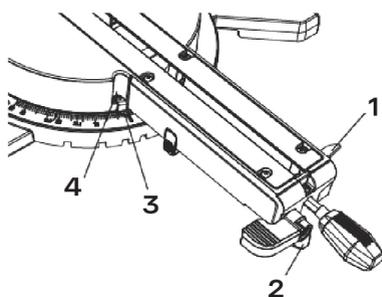

рис. 18
1. Поднять рычаг блокировки кулачка (1) для разблокировки стола (рис. 18).
2. Переместить поворотный стол, подняв блокирующий рычаг (2) для установки указателя (3) на нужное значение поворотного угла.
3. Заблокировать стол в этом положении, опустив рычаг блокировки кулачка (1).
2. При помощи крестовой отвертки ослабить винт (4), удерживающий указатель (рис. 18).
3. Выставить указатель (3) на отметку  $0^\circ$  и затянуть винт (4).